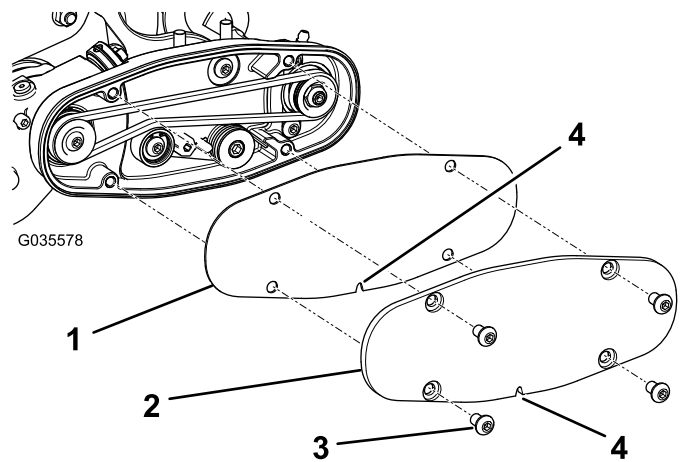

图15
3. 将皮带罩与安装孔对齐并用 4 个螺栓固定皮带罩 图15。